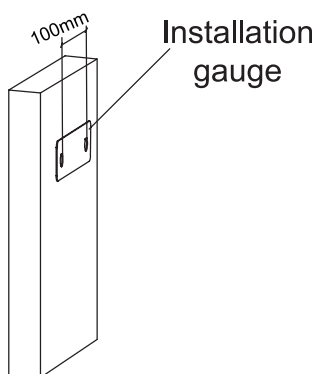

Abbildung 2
2. Bringen Sie die Montagelehre (Teil 2) an der Stelle an, an der Sie die Leuchte installieren möchten. Bohren Sie zwei Löcher (im Abstand von etwa 100 mm, Abb.2). Setzen Sie die Dübel und Schrauben ein. Die Schrauben müssen etwa 0,5 mm aus der Wand herausragen (Abb. 3). Nun können Sie das Produkt an den Schrauben aufhängen.